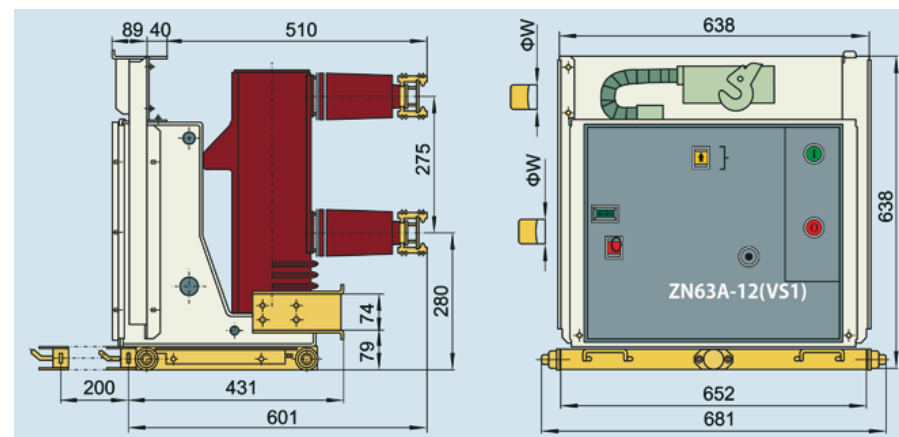

Рис. 6.1 Внешний вид и монтажные размеры выключателя ZN63A-12/T 31.5
6.1.1 Выключатель ZN63A-12/T 31.5(см. рис. 6.1)